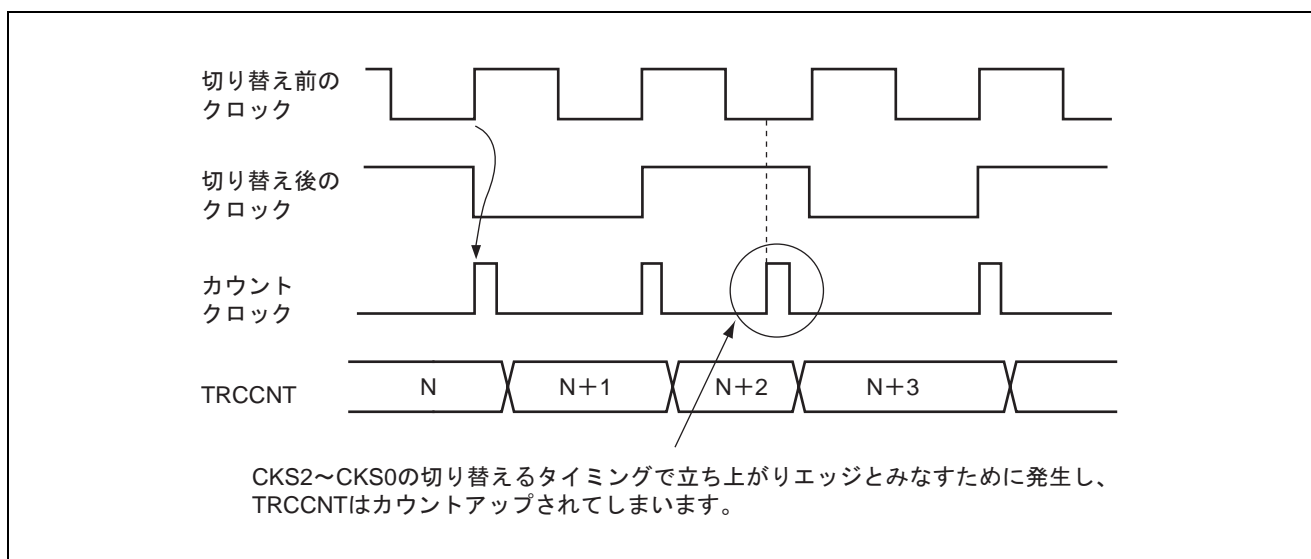

図 15.38 内部クロックの切り替えと TRCCNT 動作
3. 内部クロックを切り替えるタイミングによっては、TRCCNTがカウントアップされる場合があります。内部クロックを使用する場合、システムクロック (ϕ) を分周した内部クロックの立ち上がりエッジを検出してカウントクロックを発生しています。そのため図15.38のように切り換え前のクロック “Low” →切り換え後のクロック “High” レベルのようなタイミングでクロックが切り換わると、切り換えタイミングを立ち上がりエッジとみなしてカウントクロックを発生し、TRCCNTがカウントアップされます。